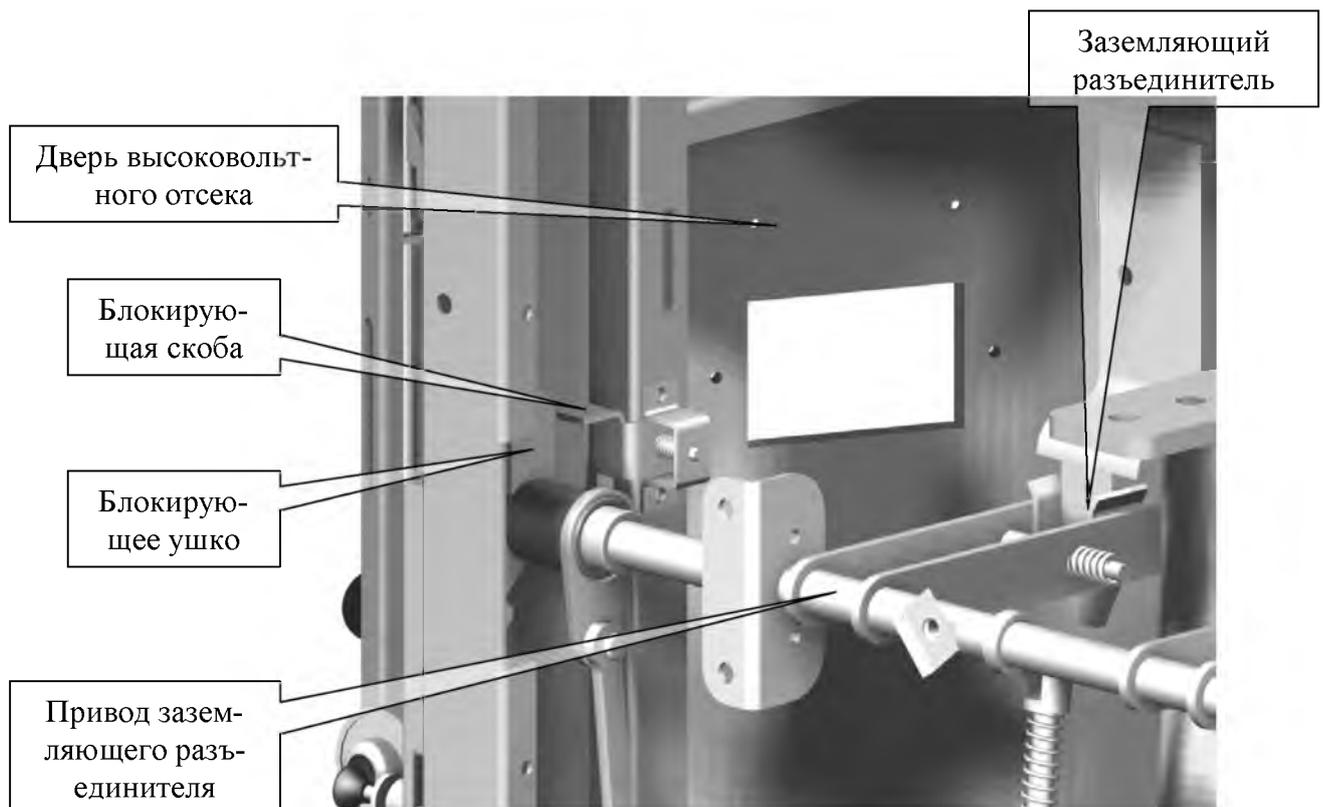

Рисунок 8 - Блокировка двери высоковольтного отсека и заземляющего разъединителя (дверь открыта, заземляющий разъединитель включен).
- невозможно открыть дверь отсека*, пока в этом отсеке не включен нож заземляющего разъединителя (если заземляющего разъединителя нет, то дверь выполнена на болтах) (рисунок 8, 9, 10);
- невозможно отключить нож заземляющего разъединителя*, пока открыта дверка отсека (рисунок 8, 9, 10);